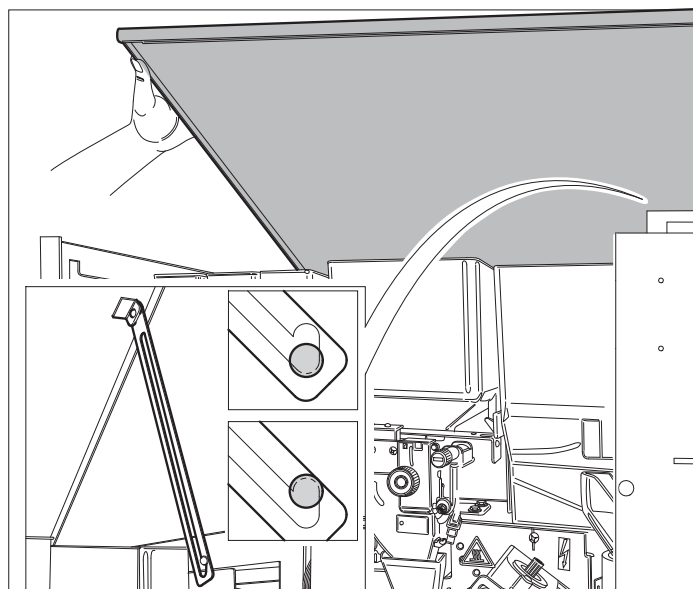

Fig. 6.22
- Le chargement peut se faire en laissant les récipients installés, en soulevant le portillon supérieur du distributeur en ayant soin d'accrocher le bras de sécurité (Fig.6.22), ou en déboîtant chaque récipient.